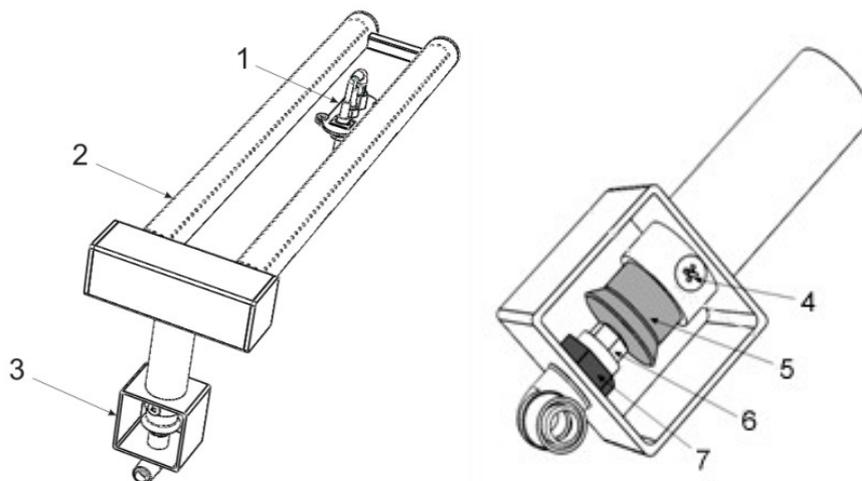

Рис.6. Общая конструкция горелок закрытых поверхностей и горелок духового шкафа
- Найдите смеситель горелки 3 (рис.6).
- Ослабьте винт 4 (рис.6) и, перемещая цилиндр шибера 5 (рис.6), добейтесь нормального горения пламени.
- При достижении нормального пламени горелки закрепите шибера 5, затянув винт 4 (рис.6).
- Найдите смеситель горелки 3 (рис.6). Снимите крышку со смесителя, выкрутив крепежный винт.
- Ослабьте винт 4 (рис.6) и, перемещая цилиндр шибера 5 (рис.6), добейтесь нормального горения пламени. А именно:
- При достижении нормального пламени горелки закрепите шибер 5, затянув винт 4 (рис.6).